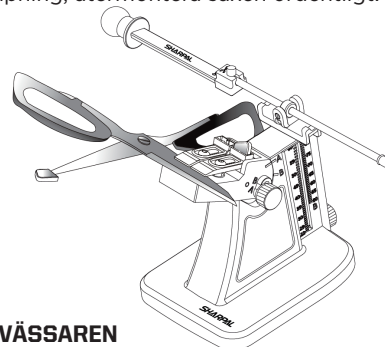

Fig. 1
5. När du slipar en sax ska du se till att bladet som ska slipas är ordentligt fastspänt. Täck över den andra saxspetsen med skyddslocket för att förhindra eventuella skador (Se Fig. 1).